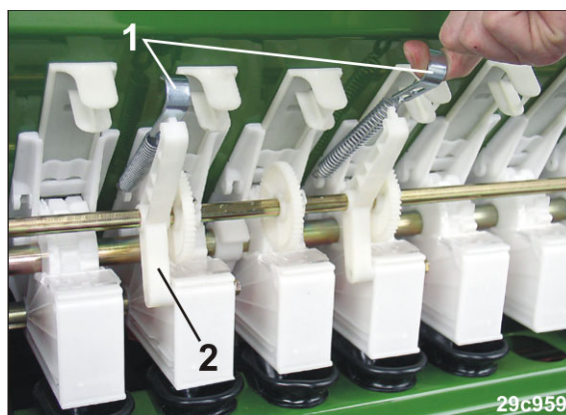

Fig. 239
2. Îndepărtați arcurile de tracțiune (Fig. 239/1) ale lagărelor arborelui intermediar (Fig. 239/2).